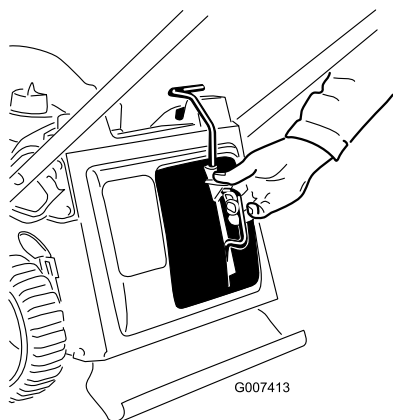

Figura 9
2. Col pollice schiacciate il pulsante presente sulla leva per inserire completamente il coperchio di scarico nell'apposita apertura (Figura 9).